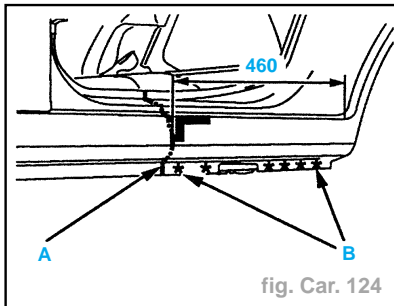

fig. Car. 124
- Tracer, puis découper à l'aide d'une meule épaisseur **1 mm** (suivant **A**) (coupe provisoire) (fig. Car. 124).